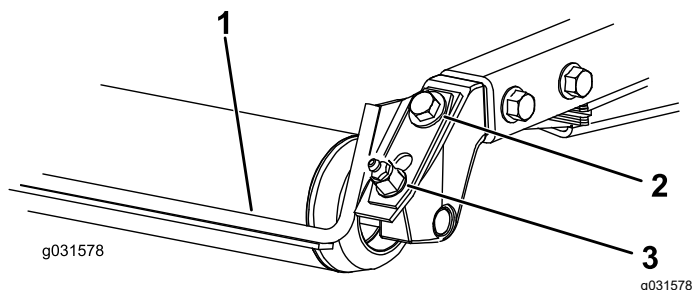

Рисунок 18
1. Ослабьте пресс-масленку и крепежный винт (Рисунок 18).